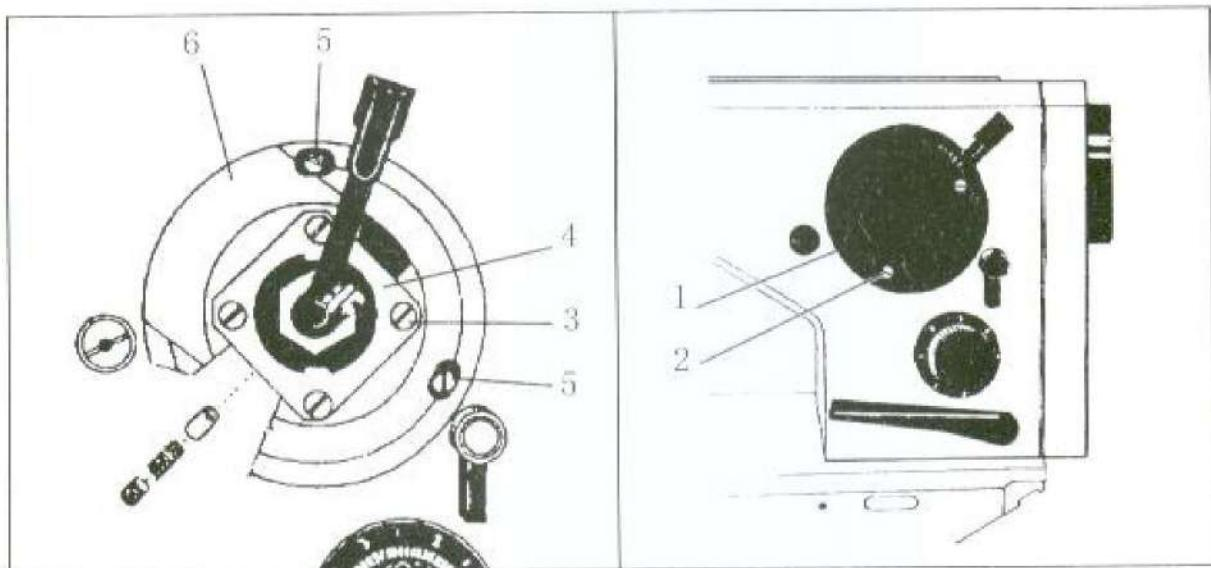

图19
2) 机针在针板槽横向中心位置的调节（图19）：将针迹间宽度调节至零，并转动主动轮直到机针在最低位置，将摆针指示盘（1）的两个螺钉（2）拧出，拆下摆针指示盘（1），拧松滑动块螺钉（3），将滑动块（4）上下移动即可调整机针在针板槽中心的位置。调整好之后拧紧滑动块螺钉（3），装上摆针指示盘。
28. 针基点偏移量的调整：(图19)